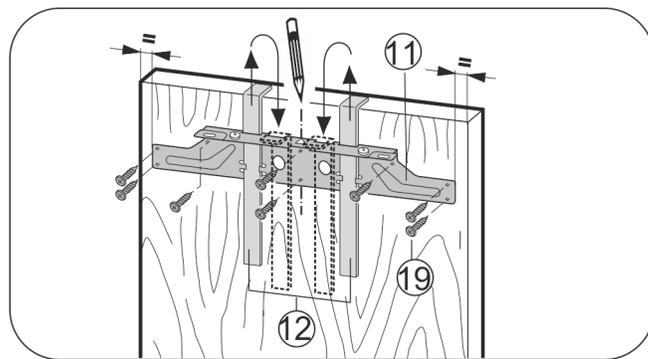

Fig. 21
- Accrocher la traverse de fixation Fig. 21 (11) avec les gabarits de montage Fig. 21 (12) du côté intérieur de la porte du placard.
- Aligner la traverse de fixation Fig. 21 (11) sur le milieu de la porte.
- Visser la traverse de fixation Fig. 21 (11) en utilisant au moins 6 vis Fig. 21 (19).
- Visser la traverse de fixation Fig. 21 (11) en fixant 4 vis Fig. 21 (19) au bord.
- Tirer les accessoires de montage Fig. 21 (12) vers le haut et les enfoncer pivotées dans les trous situés à côté.